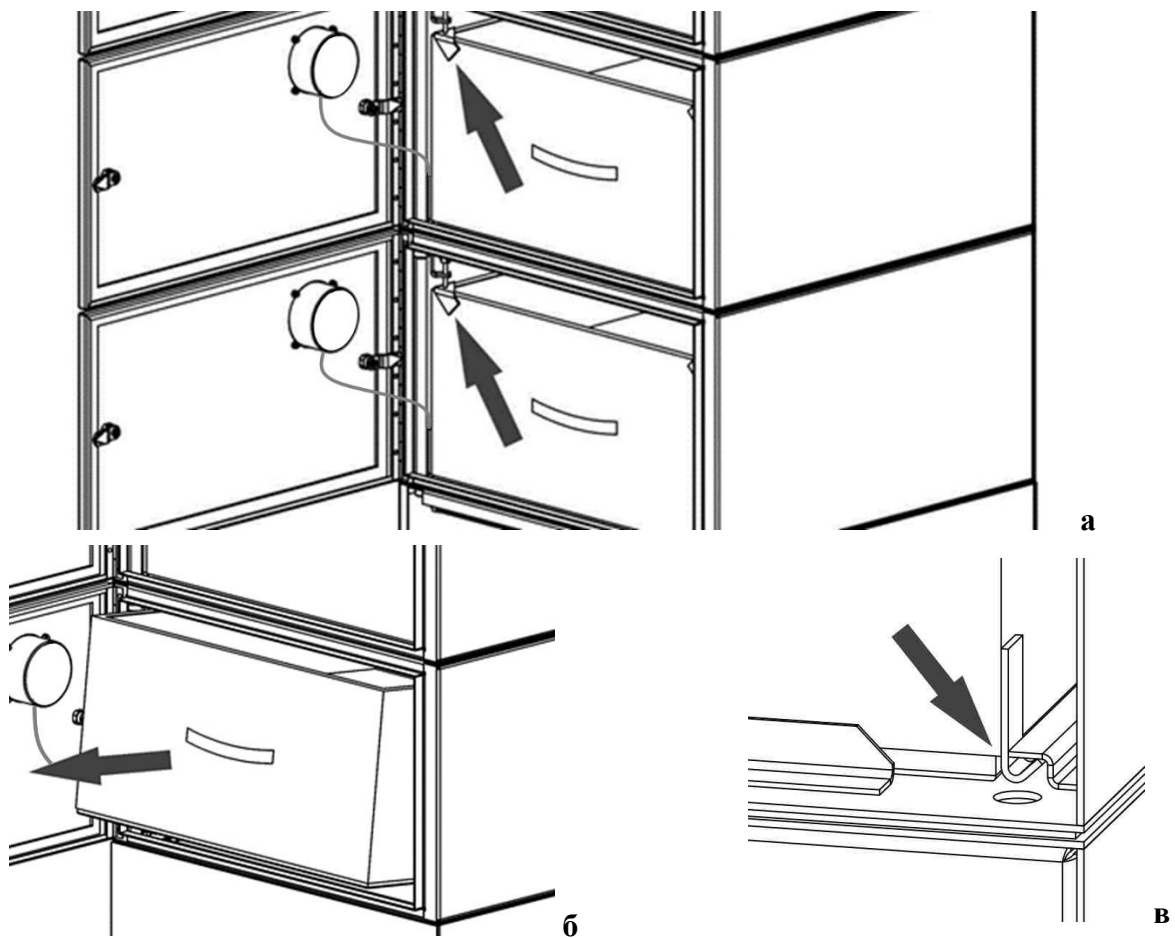

Рисунок 10
- 1) открыть дверцу камеры, ослабить винты передних прижимов и снять угловые планки (рисунок 10а);
- 2) извлечь картридж, приподняв и потянув на себя под углом так, чтобы освободить из захвата крючки на задней стенке картриджа (рисунок 10б);
- 5) установить новый картридж. При установке следить, чтобы крючки на задней стенке картриджа вошли под фиксирующую планку (рисунок 10в). Прижать верхние передние углы картриджа угловыми планками и закрепить винтами;